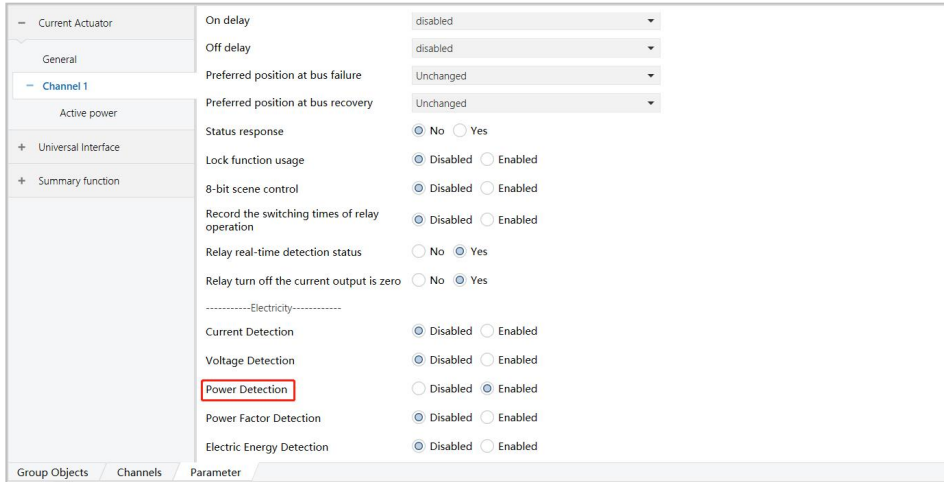

图 6.2.5
1) 参数“Power Detection”表示有效功率检测，选择“Enabled”时启用该功能，出现红色方框内选项，如图 6.2.5 所示；